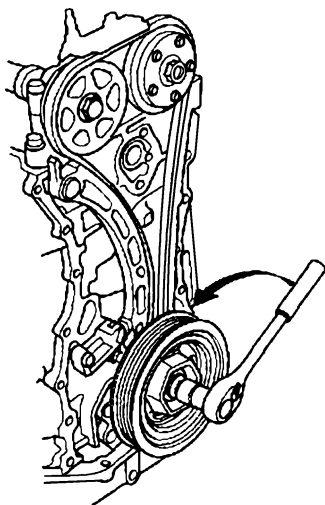

图 23-127 逆时针转动曲轴
- 14) 按照图 23-127 所示, 逆时针转动曲轴, 使自动张紧器压缩。